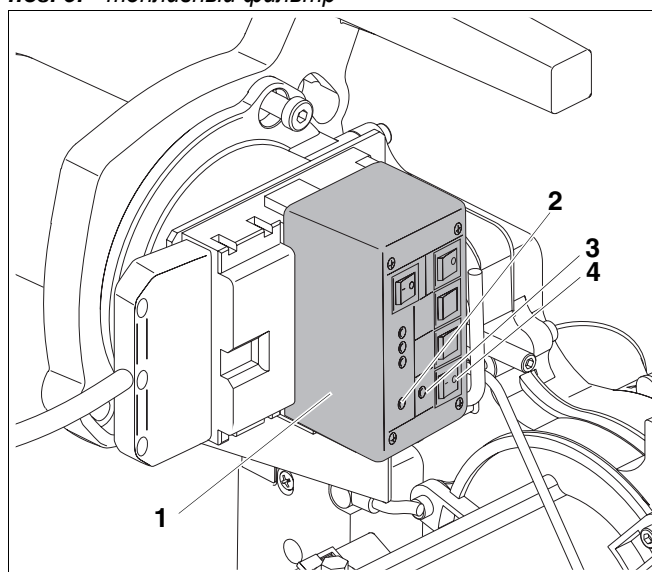

Рис. 12 Выпуск воздуха из топливопровода с помощью прибора контроля горелки.
- Прибор контроля горелки (рис. 12, поз. 1; дополнительное оборудование) – если всасывание дизельного топлива должно осуществляться топливным насосом, пристроенным к горелке.
Далее описывается выпуск воздуха при помощи прибора контроля горелки (рис. 12, поз. 1).
- Установить прибор контроля горелки (рис. 12, поз. 1) на свободное место на цоколе.
- Включить систему управления пусковым выключателем. Горит светодиод (красный) (рис. 12, поз. 2).
- Включить прибор контроля горелки пусковым выключателем (рис. 12, поз. 4). Горят два светодиода (красный и зеленый) (рис. 12, поз. 2 и 3).